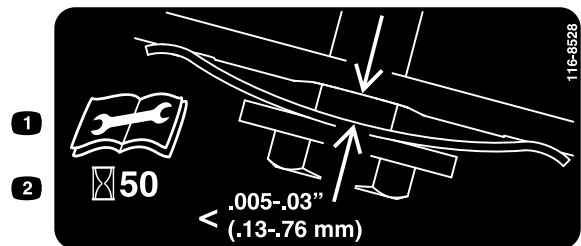

Figura 33
3. Coloque um apalpa-folgas regulado entre 0,13 e 0,76 mm contra a parede e deslize-o para baixo por detrás da mola de tensionamento da correia; consulte a Figura 33.